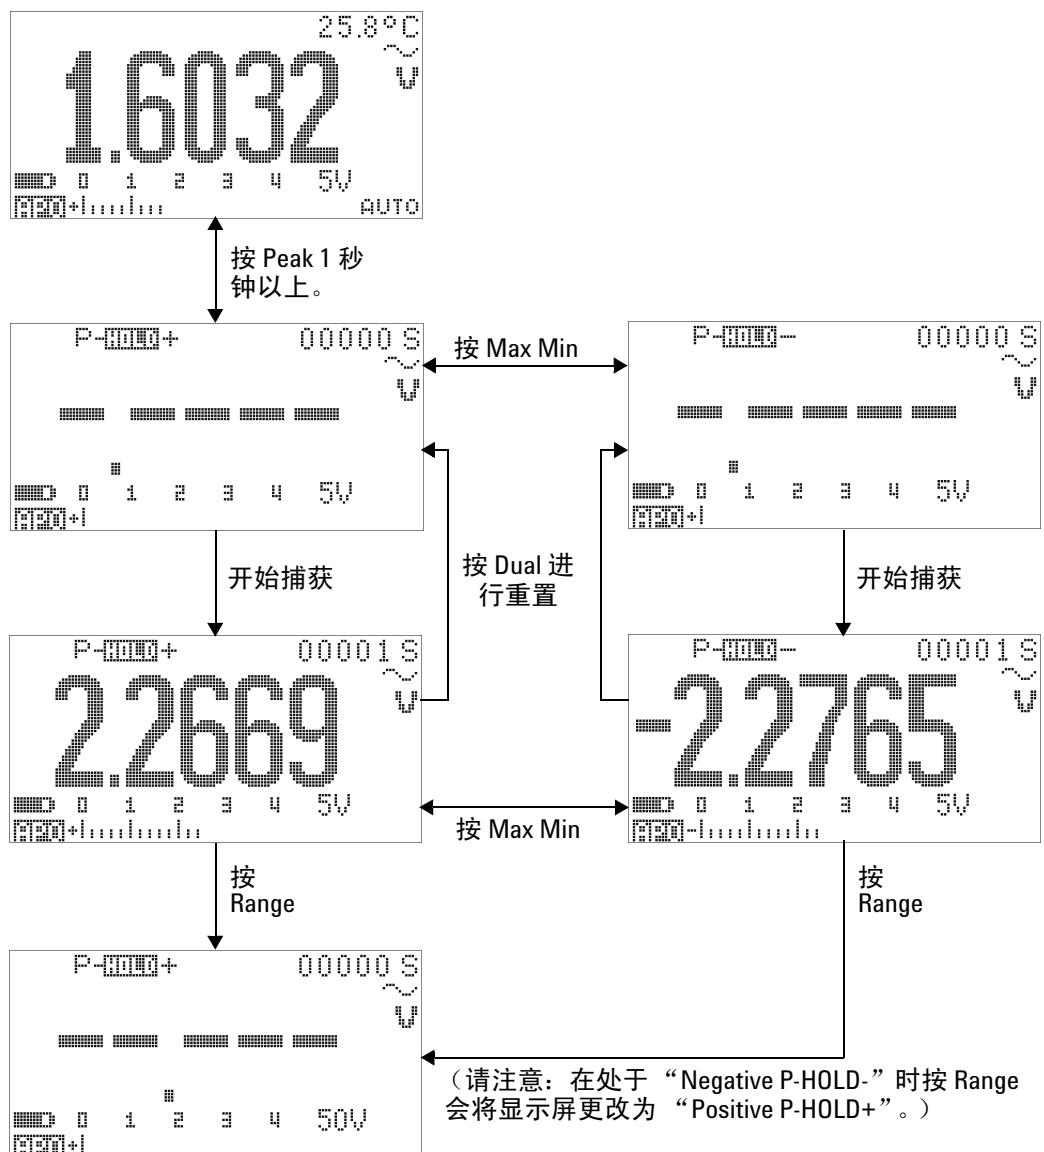

图 3-7 “1 ms peak hold” 模式下的操作
- 4 在第 72 页上的图 3-7 中所示的测量示例中，波峰因数将为  $2.2669/1.6032 = 1.414$ 。